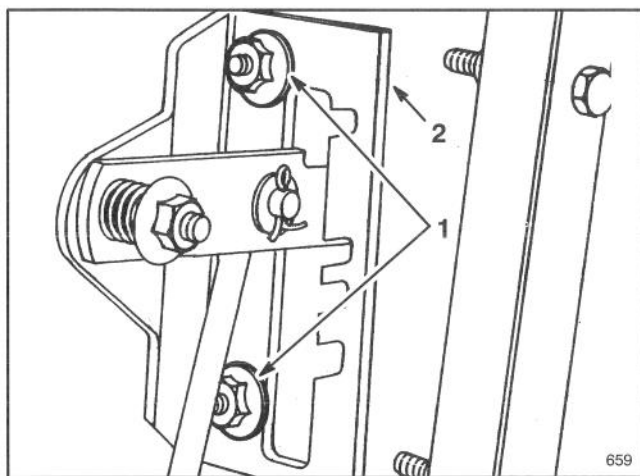
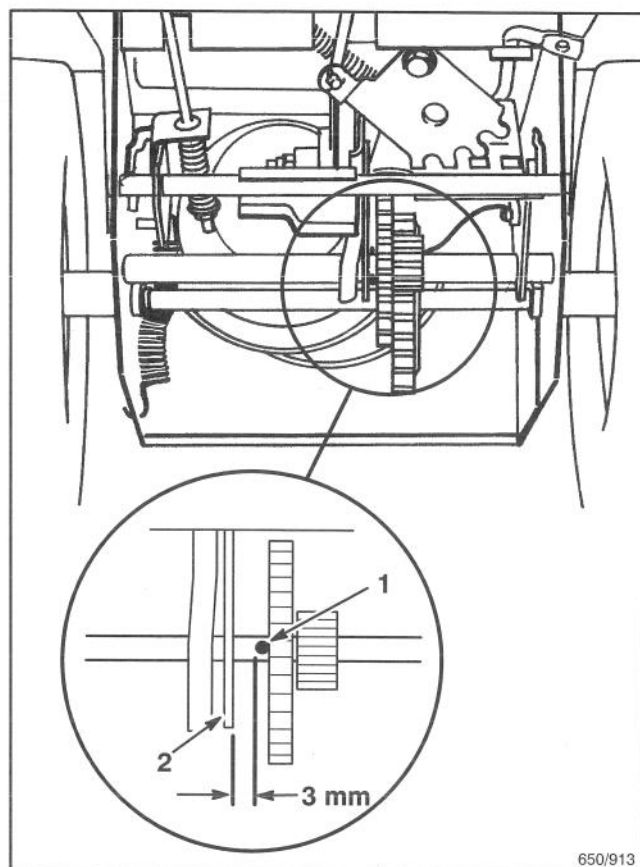

Figure 28
Figure 29
3. Desserrez les écrous à collerette fixant la plaque du sélecteur de vitesses au panneau de commande. Cela vous permettra de déplacer la plaque du sélecteur pour faciliter le réglage (Fig. 28).
4. Mettez le sélecteur en position de vitesse No. 3 et appuyez sur la plaque du sélecteur pour déplacer l'assemblage de transmission vers la droite. L'ensemble de transmission doit se trouver à 3 mm (1/8 po.) de la goupille. Si ce n'est pas le cas, déplacez la plaque du sélecteur (Fig. 28) jusqu'à ce que l'écartement correct (3 mm) soit atteint (Fig. 29).
7. Réinstallez le couvercle inférieur à l'aide des (4) vis.